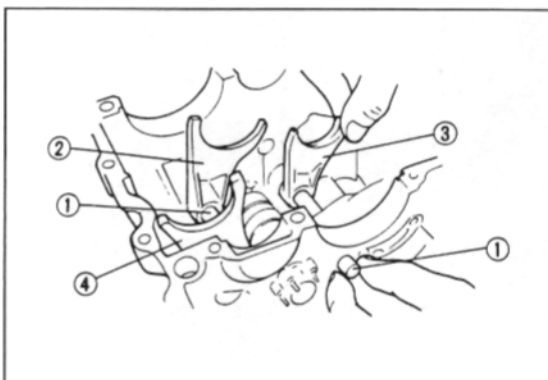

Bild 196
- Schaltgabelschienen herausziehen, dabei Schaltgabeln von Hand festhalten. Siehe Bild 196.